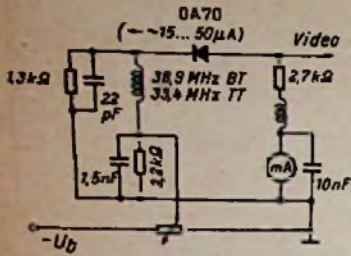

Bild 4. Video-Gleichrichter mit Vorspannungen zum Verlagern des Kennlinienknicks
4. Die Verstärkung der Video-Endröhre sollte nicht zu groß gewählt werden. Aus Bild 4 ist ersichtlich, daß durch eine auf verschiedene Art leicht einzuspeisende und nicht sehr kritische positive Spannung von 100...400 mV der Knickpunkt nach links verschoben werden kann $I_D \approx 15...50 \mu\text{H}$. Gleichzeitig steigt der Wirkungsgrad η . Dies macht sich jedoch dann nur wenig bemerkbar, wenn der Zf-Kreis, an den die Diode angeschlossen ist, nicht sehr stark bedämpft ist, da durch Verschiebung des Dioden-Arbeitswiderstandes in den Durchlaßbereich die Dämpfung etwas steigt. Ermittelt man unter Berücksichtigung der Punkte 1 bis 4 nun nochmals den Zf-Spannungswert für minimalen Kontrast, dann ergeben sich folgende Werte: